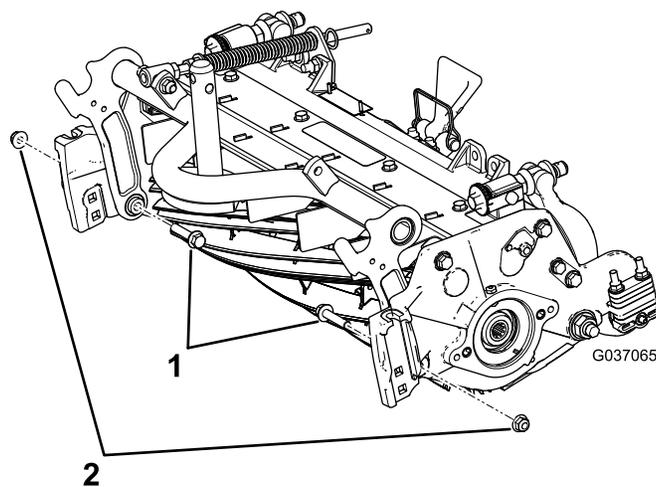

Figura 6
- B. Instale los 2 pernos con arandela prensada existentes desde el interior de la unidad de corte y fíjelos con las contratuercas con arandela prensada de $\frac{3}{8}$ " (Figura 6).